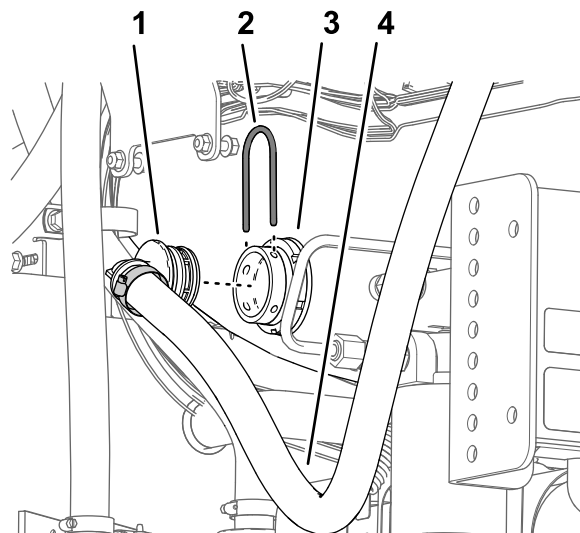

Figura 63
- Retire la horquilla de retención grande que sujeta el acoplamiento dentado de 90° del extremo inferior de la manguera de desvío al conector pasamuros del depósito de fumigación (Figura 63).